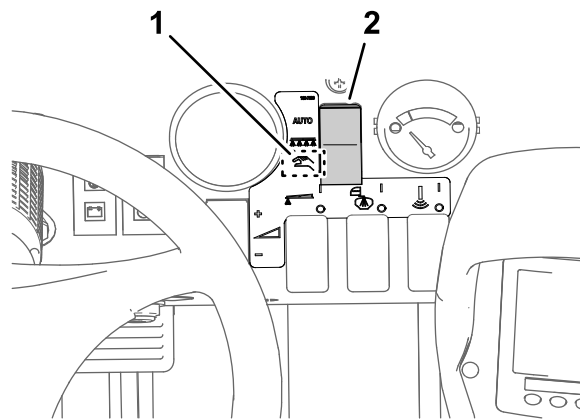

Рисунок 32
2. Установите кнопку режима опрыскивателя в ручной режим (Рисунок 32).